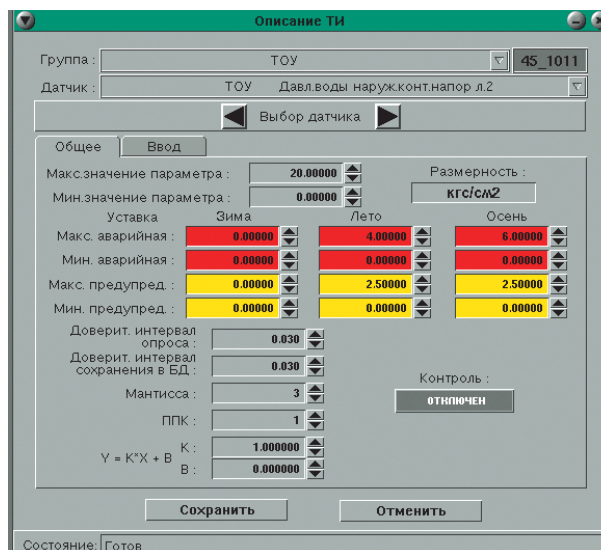

Рис. 3. Редактор базы данных описания оборудования
- просмотр и редактирование данных описания оборудования (рис. 3), таких как места подключения контрольных точек (номер контроллера, устройство ввода-вывода), коэффициенты пересчета значений электрических величин в значения величин физических, уставки для контроля значений параметров (аварийные и предупредительные) и т.д.